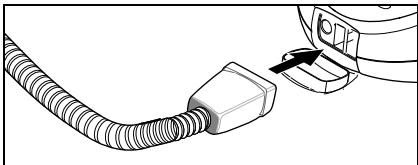

Fig. 5
- Sæt dampstikket (C7) fast i damprenserens stik (A1). Dampstikket skal gå i hak på låget til stikdåsen (se fig. 5).